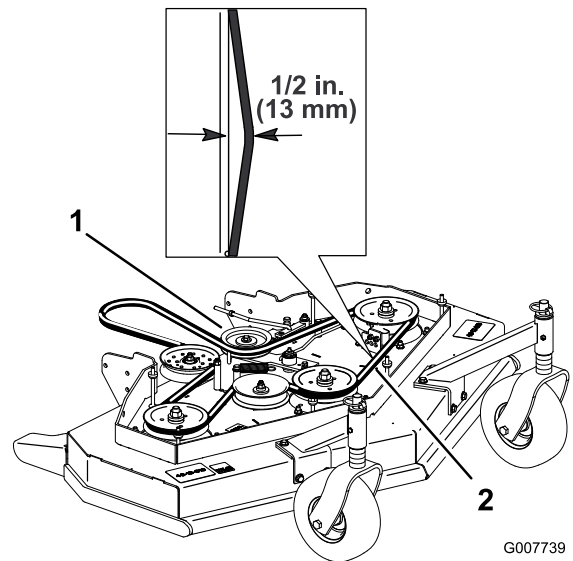

Bild 42
4. Entfernen Sie die Spannscheibe und den abgenutzten Riemen (Bild 42).
Hinweis: Die richtige Treibriemenspannung ist 44-67 N, wenn der Riemen in der Mitte zwischen den Riemenscheiben um 13 mm durchgebogen ist (Bild 42).